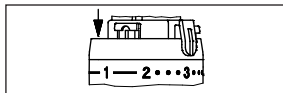

Abb.7
2. Zur unteren Begrenzung wird ein Element, wie abgebildet, in die Position eine Nut vor der Merzkahl „2“ eingesteckt (Abb. 7).